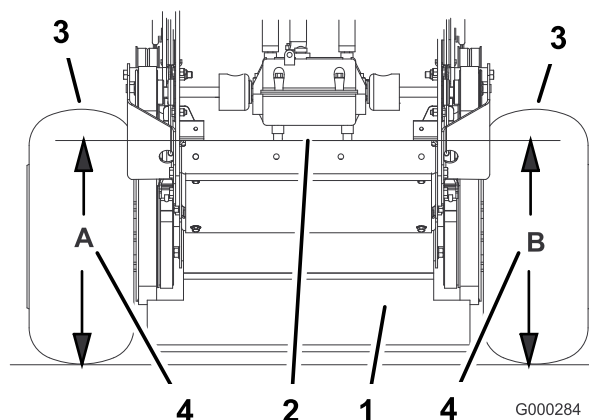

Figure 53
- Mesurez la hauteur du plancher moteur au point **B** (Figure 53).
- Mesurez la hauteur du plancher moteur au point **A** (Figure 53).